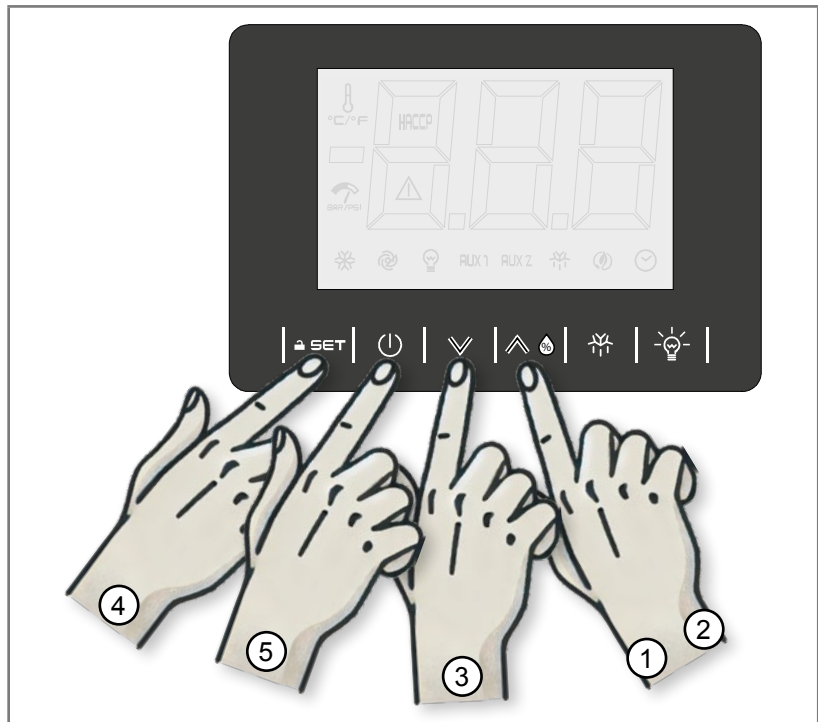

Abb. 5.9 - Funktion Luftfeuchtigkeit
1. Berühren Sie die Taste UP/ GESTIONE UMIDITÀ (1 – Abb. 5.9) 1 Sekunde lang: Auf dem Display wird die Bezeichnung der aktuell aktiven Feuchtigkeitsstufe angezeigt („rH1“ oder „rH2“ oder „rH3“).
2. Berühren Sie die Taste UP (2 – Abb. 5.9) oder die Taste DOWN (3 – Abb. 5.9) innerhalb von 15 Sekunden, um die Bezeichnung „rH1“ oder „rH2“ oder „rH3“ auszuwählen.
3. Tippen Sie 2 Sekunden lang auf die Taste SET (4 – Abb. 5.9), um die gewählte Feuchtigkeitsstufe zu bestätigen.
4. Berühren Sie die Taste ON/STAND-BY (5 – Abb. 5.9) (oder führen Sie 60 Sekunden lang keine Eingabe durch), um den Vorgang zu beenden.